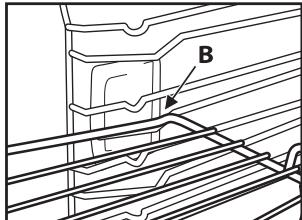

Fig. 2
2. Vip risten, når den befinner sig ud for blokeringspositionen "B" (Fig. 2).